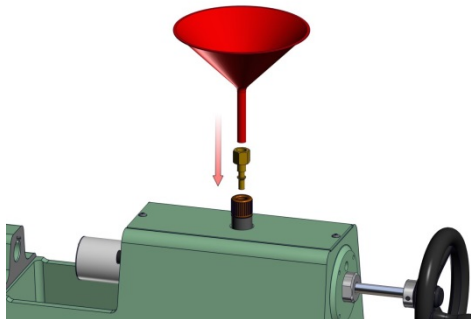
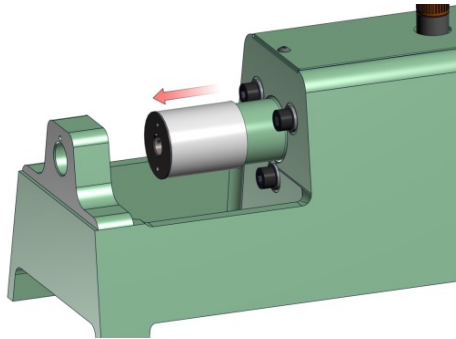
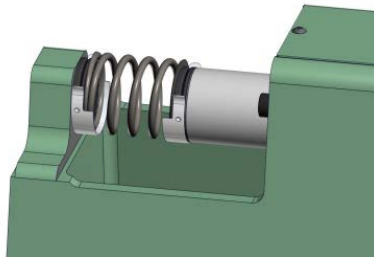
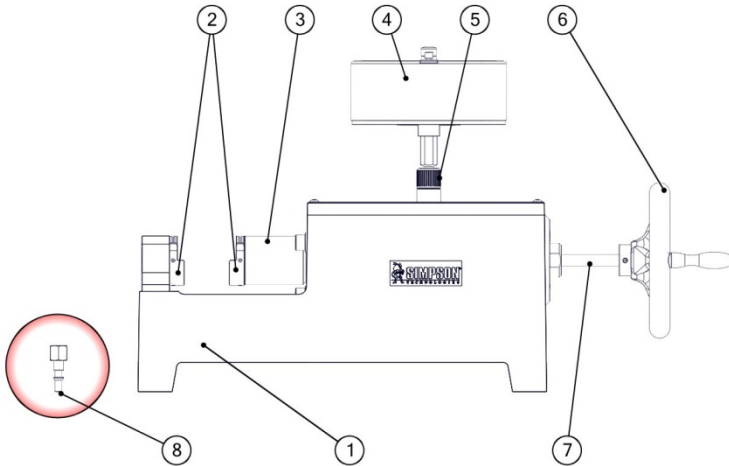

Abbildung 6.3.1
Abbildung 6.3.2
Abbildung 6.4.2
Abbildung 7.1: Vorderansicht
1. Nehmen Sie das Druckmessgerät vom oberen Ende der Universalsandfestigkeitsmaschine durch einfaches Trennen von der Steckerkupplung (Pos. 5, Abbildung 7.1) ab.
2. Lassen Sie den Anschlussstift (Pos. 8, Abbildung 7.1) in die Steckerkupplung einrasten, in der sich normalerweise das Druckmessgerät befindet. Weiterhin wird die Verwendung eines Trichters empfohlen. Siehe nachfolgende Abbildung 6.3.1.
3. Drehen Sie den Drehgriff nach vorn (im Uhrzeigersinn), bis der Hydraulikkolben sich in der Endposition auf der linken Seite befindet. Siehe nachfolgende Abbildung 6.3.2.
5. Nehmen Sie einen Schraubenschlüssel, um die Spindel und die Spindelführung (Pos. 7, Abbildung 7.1) vom Maschinenfuß (Pos. 1, Abbildung 7.1) zu entfernen. Siehe nachfolgende Abbildung 6.3.2.
10. Drehen Sie den Drehhebel (Pos. 6, Abbildung 7.1) im Uhrzeigersinn, bis dies nicht mehr geht. Stellen Sie sicher, dass der gelöste Hydraulikkolben (Pos. 3, Abbildung 7.1) die ganze Zeit in Richtung Maschinenfuß (nach rechts) gedrückt wird.
2. Nehmen Sie einen Messschieber oder eine Schublehrer (nicht mitgeliefert), um die Länge der Feder zu messen, bevor Sie diese in den Apparat zwischen der Druckfestigkeitsvorrichtung (Pos. 2, Abbildung 7.1) legen. Zeichnen Sie die Länge der Feder auf.
3. Legen Sie die Feder in den Apparat zwischen die beiden Druckfestigkeitsvorrichtungen ohne Druck auszuüben. Um sicherzustellen, dass kein Druck ausgeübt wird, drehen Sie das Drehrad (Pos. 6, Abbildung 7.1) entgegen dem Uhrzeigersinn zum Öffnen der Druckfestigkeitsvorrichtungen. Siehe nachfolgende Abbildung 6.4.2.
4. Drehen Sie jetzt den Drehgriff im Uhrzeigersinn, bis der Zeiger auf dem Druckmessgerät (Pos. 4, Abbildung 7.1) 5 N/cm^2 auf der Außenskala für die Druckfestigkeit erreicht. Verwenden Sie zur Messung des Federabstands zwischen den Druckfestigkeitsvorrichtungen einen Messschieber. Tragen Sie die Messung im Diagramm bei 5 N/cm^2 ein.